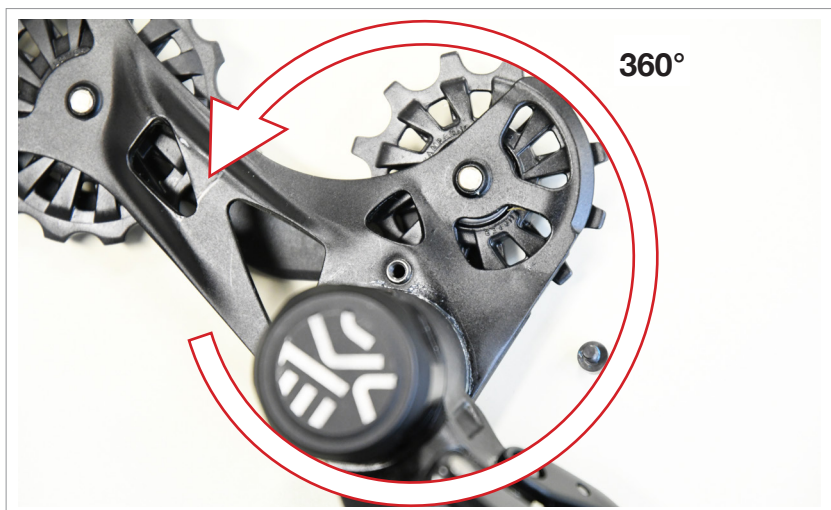

Fig.12
10) Chargez le ressort en faisant faire au train de galets UN tour (360°) complet dans le sens inverse des aiguilles d'une montre (Fig. 12).